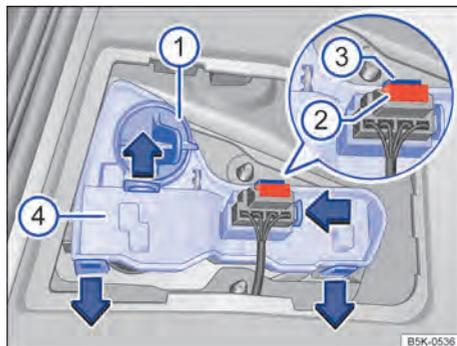

Fig. 205 Na tampa do compartimento de bagagem: remover o suporte da lâmpada. ▶
4. Girar o suporte da lâmpada → Fig. 205 ① até o batente no sentido anti-horário e retirar com a lâmpada incandescente para trás.
5. Substituir a lâmpada incandescente queimada por uma lâmpada incandescente nova do mesmo modelo. Encaixar o suporte da lâmpada → Fig. 205 ① e girar no sentido horário até o batente.
6. Retirar o fusível → Fig. 205 ②. Pressionar o bloqueio → Fig. 205 ③ do conector e retirar o conector.
7. Destravar as linguetas do suporte da lâmpada → Fig. 205 ④ no sentido da seta e remover o suporte da lâmpada.